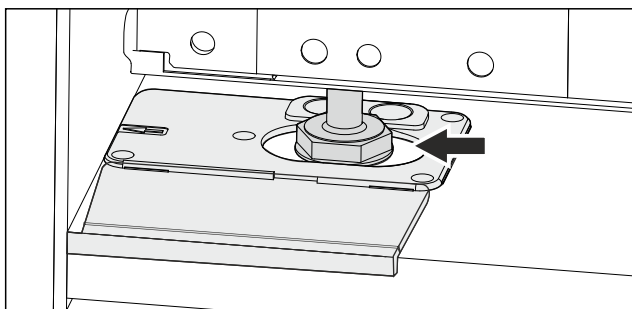

Fig. 51
- Aparat poravnajte z nastavljivimi nogami. Fig. 51 ()